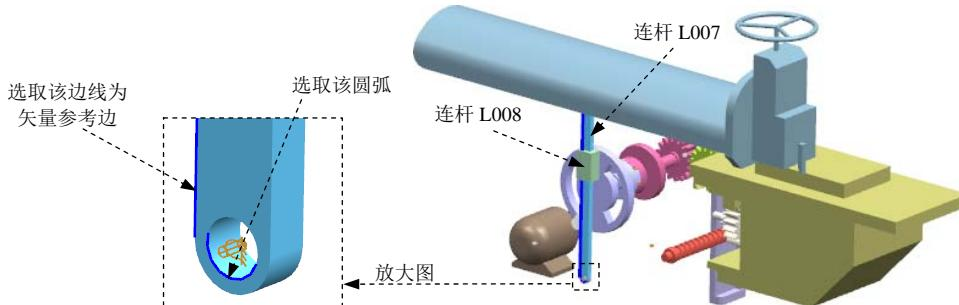

图 10.9.14 定义滑动副（一）
- (1) 定义运动副类型。在“运动副”对话框 **定义** 选项卡的 **类型** 下拉列表中选择 **滑动副** 选项。
- (2) 选择连杆。选取图 10.9.14 所示的连杆 L008。
- (3) 定义原点及矢量。在“运动副”对话框的 **指定原点** 下拉列表中选取“圆弧中心” 选项，在模型中选取图 10.9.14 所示的圆弧为定位原点参照；选取图 10.9.14 所示的边线作为矢量参考边，方向向上。
- (4) 添加啮合连杆。在“运动副”对话框的基本区域中选中  **啮合连杆** 复选框，单击 **选择连杆** ，选取图 10.9.14 所示的连杆 L007。
- (5) 定义啮合连杆原点及矢量。在“运动副”对话框基本区域的 **指定原点** 下拉列表中选
取“圆弧中心”选项，在模型中选取图 10.9.14 所示的圆弧为定位原点参照；选取图 10.9.14 所示的边线作为矢量参考边，方向向上。